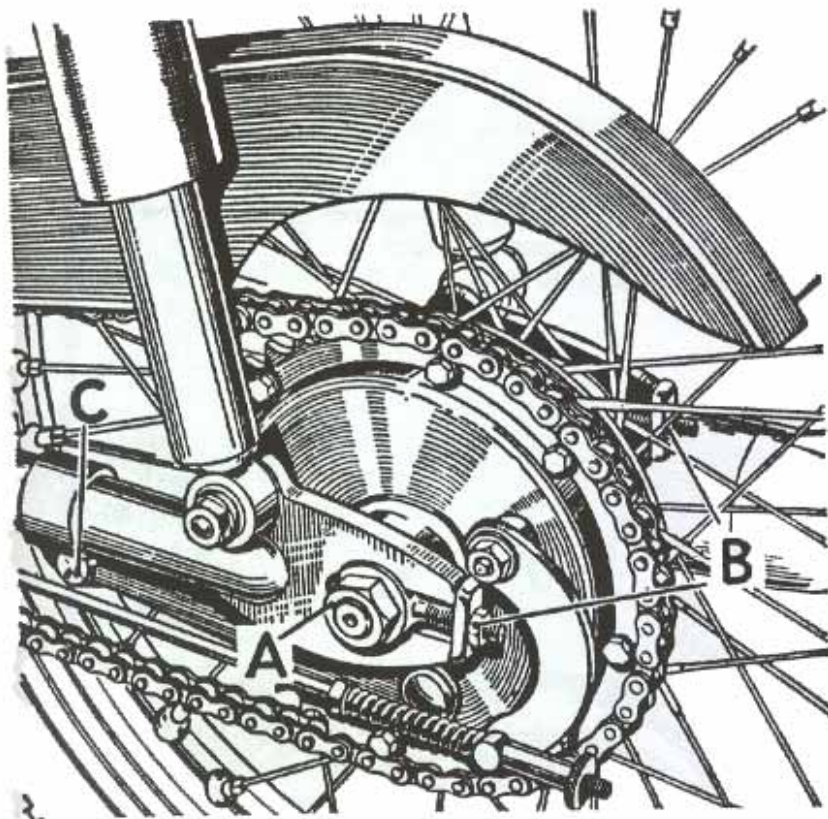

Fig. 21. Regolazione della catena della ruota (Bantam).
Allentare i dadi che bloccano l'asse (A) Fig. 21, indi bloccare i dadi di regolazione (B) fino a impartire la prescritta tensione alla catena, ossia una flessione di circa 19 mm. sul tratto centrale.